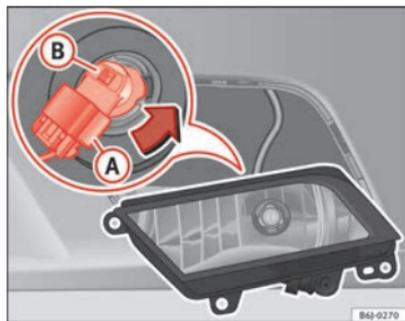

Fig. 163 Faro fendinebbia
- Estrarre il connettore ⇒ fig. 163 (A) della lampada.
- Ruotare il portalampada ⇒ fig. 163 (B) verso sinistra e tirare.